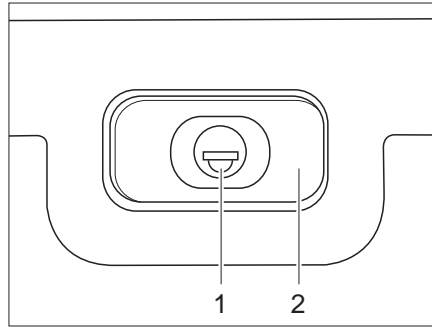

Bild 31 Lucklås, fyrkantigt, låst
- Stick in nyckeln i låscylindern (Bild 31,1) och vrid ett kvarts varv. Låshandtaget (Bild 31,2) hakar loss.